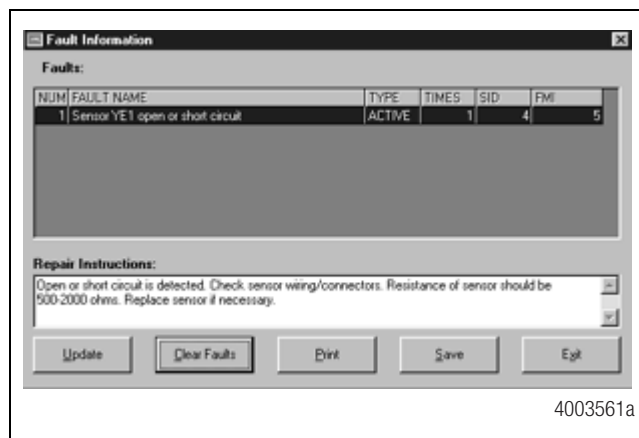

Figura 13
- Aplique 12 voltios CC al cable rojo (corriente de la luz de parada). Verifique que el voltaje en la pantalla sea el correcto (9.4 a 14 voltios). El voltaje de la corriente de la luz de parada se visualiza en el campo SECUNDARIO. Figura 13.